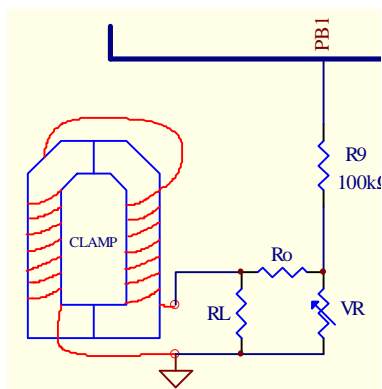

图 23 交流钳形表电流测量电路(一)
1. 由 PB1 输入时(图 23), 电流测量有三个量程可选, 即 6.000A/60.00A, 60.00A/600.0A, 600.0A/6000A。每个量程自动换挡。